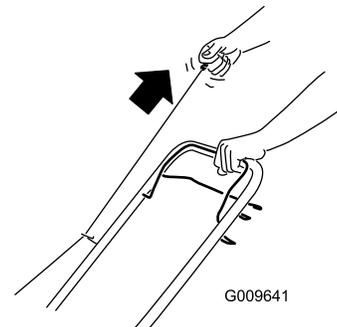

Bild 12
2. Ziehen Sie am Rücklaufstartergriff (Bild 12).
Hinweis: Ziehen Sie leicht am Rücklaufstarterbügel, bis Sie einen Widerstand spüren. Ziehen Sie ihn dann kräftig durch (Bild 12). Lassen Sie das Seil langsam zum Bügel zurücklaufen.